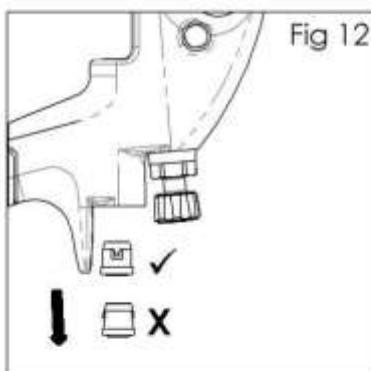

Fig 12
10. Переверните краскораспылитель нижней стороной вверх, чтобы уплотнение выпало. (См. рис. 12.)